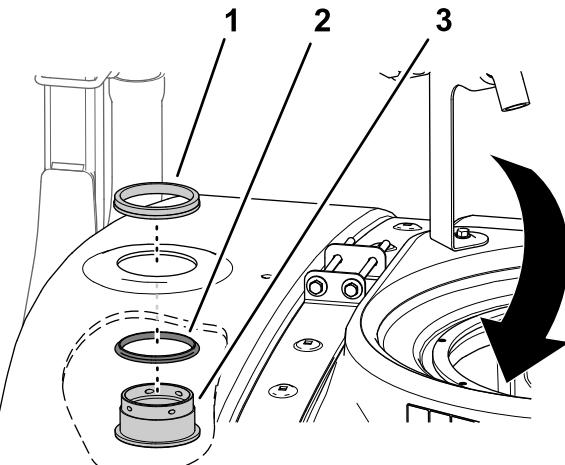

図 27
1. バルクヘッドのフィッティングにシールを取り付ける図 27。
2. 先ほど タンクに穴を開ける \(ページ 14\)で作った穴を通して、バルクヘッドフィッティングとシールを、タンクの内側から取り付ける (図 27)。
3. ロックリングを使ってバルクヘッドをタンクに固定する図 27。